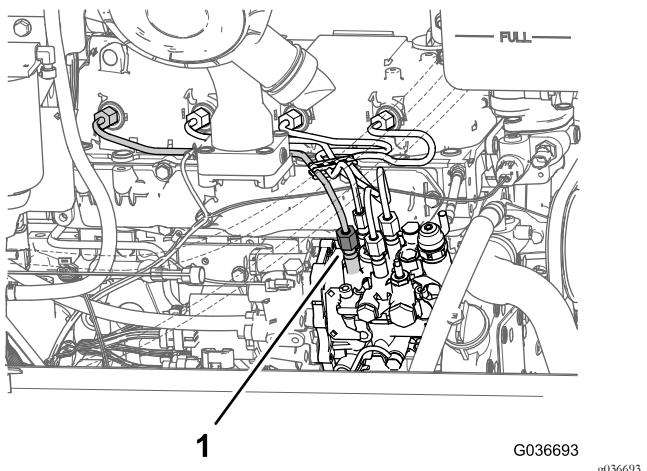

図 45
1. 燃料噴射ポンプのNo.1シリンダ用インジェクタ図45のチューブのナットをゆるめる。